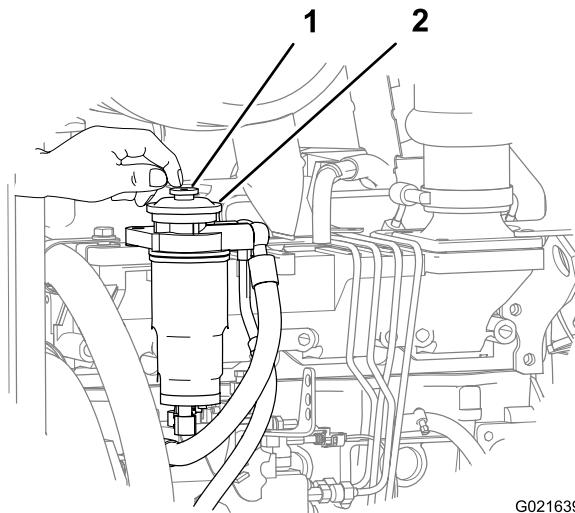

Figura 91
6. Localice el botón de CEBADO en la parte superior del adaptador del filtro de combustible secundario (Figura 91).
7. Pulse y suelte repetidas veces el botón de CEBADO hasta que note resistencia al presionar el botón de CEBADO (Figura 91).